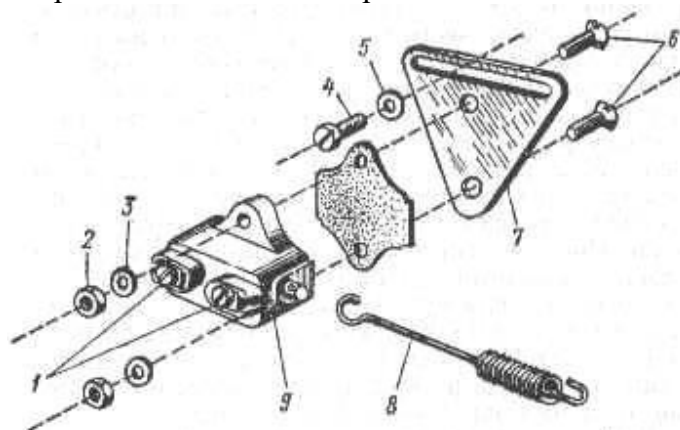

Рис. 27. Детали включателя стоп-сигнала:
5. В положении поршня в в.м.т. установить зазор между контактами верхнего прерывателя (для правого цилиндра), равный 0,35-0,40 мм. Для регулировки зазора необходимо ослабить винт 8 (рис. 27), крепящий основание наковальни (неподвижного контакта), и повернуть основание в сторону увеличения или уменьшения зазора.
Включатель стоп-сигнала (рис. 27) расположен в нижней части правого инструментального ящика мотоцикла и крепится винтом 4, проходящим через регулировочный паз в кронштейне, выполненном в виде треугольной пластины. К пластине двумя винтами 6 с потайными головками крепится корпус 9 включателя стоп-сигнала. Между корпусом и крышкой находится прокладка из электроизоляционного материала.